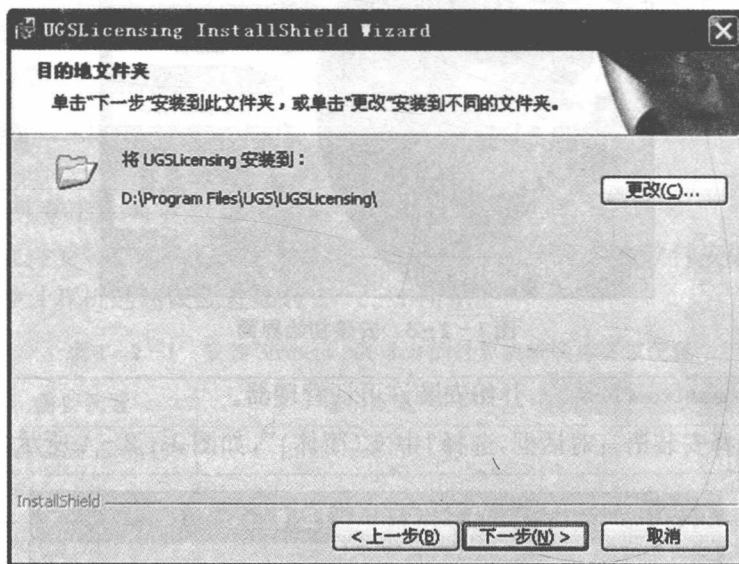

图 1-2-6 更改安装路径
(4) 单击如图 1-2-6 所示对话框中的“更改”按钮,选择 UGSLicensing 的安装路径。设置好后,单击“下一步”按钮。